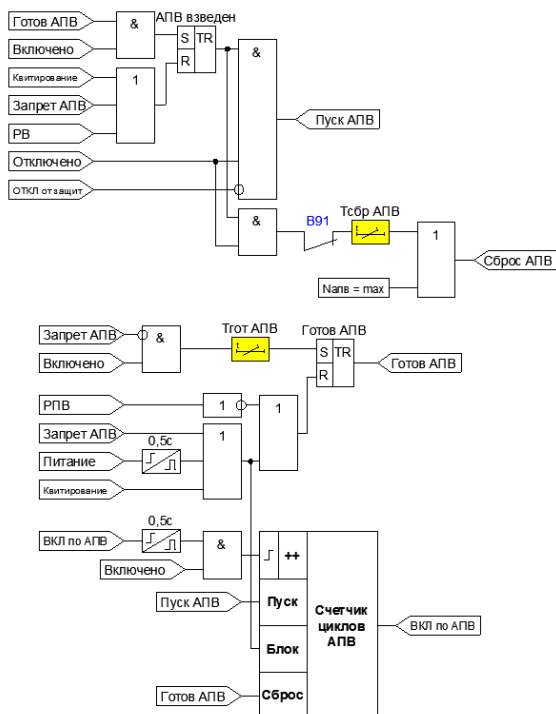

Рисунок 4.2.2 – Функциональная схема АПВ
- после включения ВВ набрана выдержка времени готовности, появился сигнал готовности и выключатель продолжает оставаться включенным (Рисунок 4.2.2);